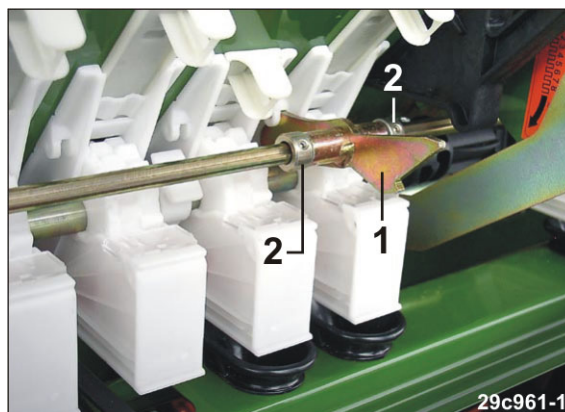

Fig. 243
- Pentru aceasta introduceți suportul (Fig. 243/1), care asigură arborele intermediar axial în degajarea unei carcase de distribuție.
5. Asigurați suportul axial cu inele de fixare (Fig. 243/2).